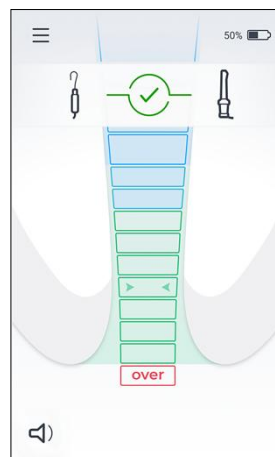

Fig. 4
3. Ikonet "Cable connection test" (kabeltilslutningstest)  burde blive vist på skærmen - se fig. 4.